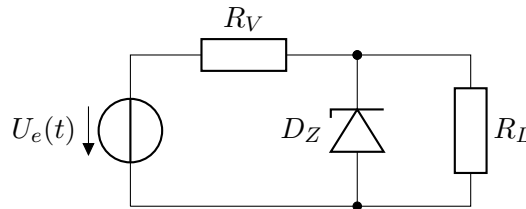

Abbildung 3: Elektrische Schaltung mit Z-Diode.
Gegeben sei die elektrische Schaltung in Abb. 3. Der Arbeitspunkt der Z-Diode befindet sich bei $U_Z(I_Z = 100 \text{ mA}) = 10 \text{ V}$. Berücksichtigen Sie stets den Innenwiderstand r_Z der Z-Diode. Ihnen sind folgende Informationen bekannt:
- Ersetzen Sie die Z-Diode aus Abb. 3 mit ihrem Ersatzschaltbild. Zeichnen Sie die vollständige Schaltung aus Abb. 3.